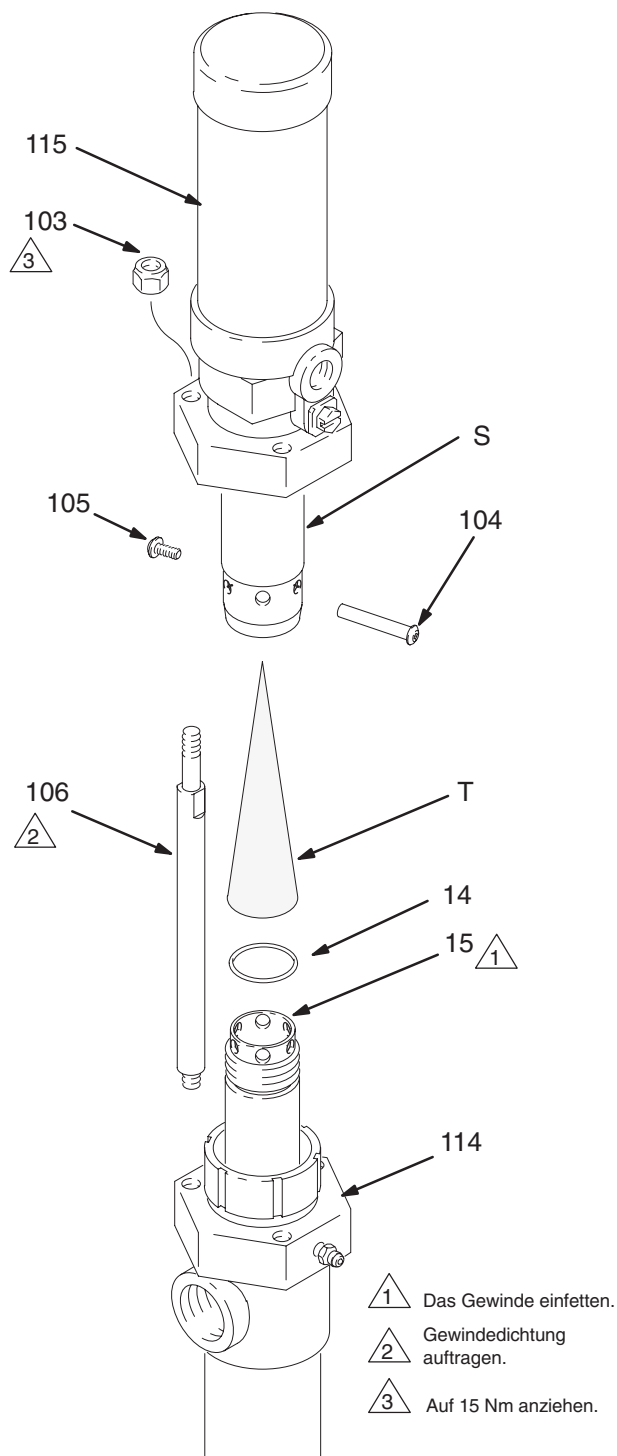

Abb. 6
3. Siehe Abb. 6. Die Sicherungsmuttern (103) der Verbindungsstangen abschrauben.
4. Die Schrauben (105) und (104) herausdrehen und entfernen.
5. Den Luftmotor (115) von der Unterpumpe (114) abheben. Die Unterpumpenstange (15) von der Verbindungsstange (S) des Luftmotors abschrauben.
1. Beim Zusammenbau des Luftmotors ein Schmiermittel auf Lithiumbasis auf das Gewinde der Unterpumpenstange (15) auftragen. Sicherstellen, dass der O-Ring (14) richtig auf der Stange sitzt.
2. Den Schalldämpfer (T) in die Verbindungsstange (S) des Luftmotors geben, wie in Abb. 6 gezeigt.
3. Die Unterpumpenstange (15) handfest in die Verbindungsstange des Luftmotors einschrauben, und anschließend den Zylinder und die Stellschraube (104 und 105) einbauen.
4. Gewindedichtung auf das Gewinde der Verbindungsstangen (106) auftragen. Um eine richtige Ausrichtung zu gewährleisten, zuerst die Sicherungsmuttern (106) der Verbindungsstangen locker aufschrauben, dann gleichmäßig auf 15 Nm festdrehen.